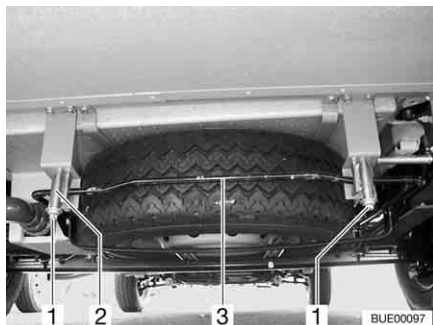

Bild 211 Reservhjulshållare
- Lossa muttrarna (Bild 211,1) lite på vänster och höger krok (Bild 211,2) på reservhjulshållaren.
- Tryck bygeln (Bild 211,3) lite uppåt. Dra samtidigt kroken nedåt och lossa bygeln.